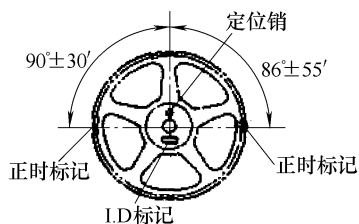

图 8-11 对准凸轮轴正时标记
16) 旋转正时齿轮使定位销朝上。然后对准摇臂轴正时标记和两个正时齿轮上的正时标记,如图 8-11 所示。